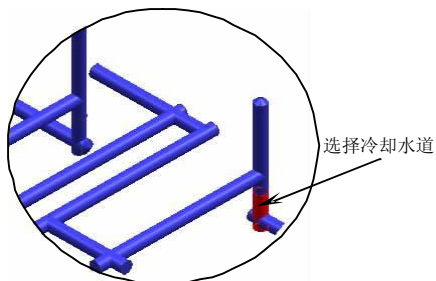
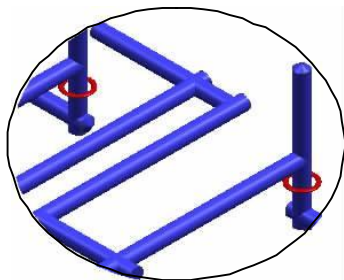

图5-92
图5-93
16. 在【注塑模向导】工具条中单击【冷却】按钮，弹出【Cooling Component Design】对话框。选择冷却水道，如图 5-92 所示，并选择【O_RING】选项，然后在【ID】下拉列表中选择【10】选项，单击【确定】按钮创建防水圈，如图 5-93 所示。